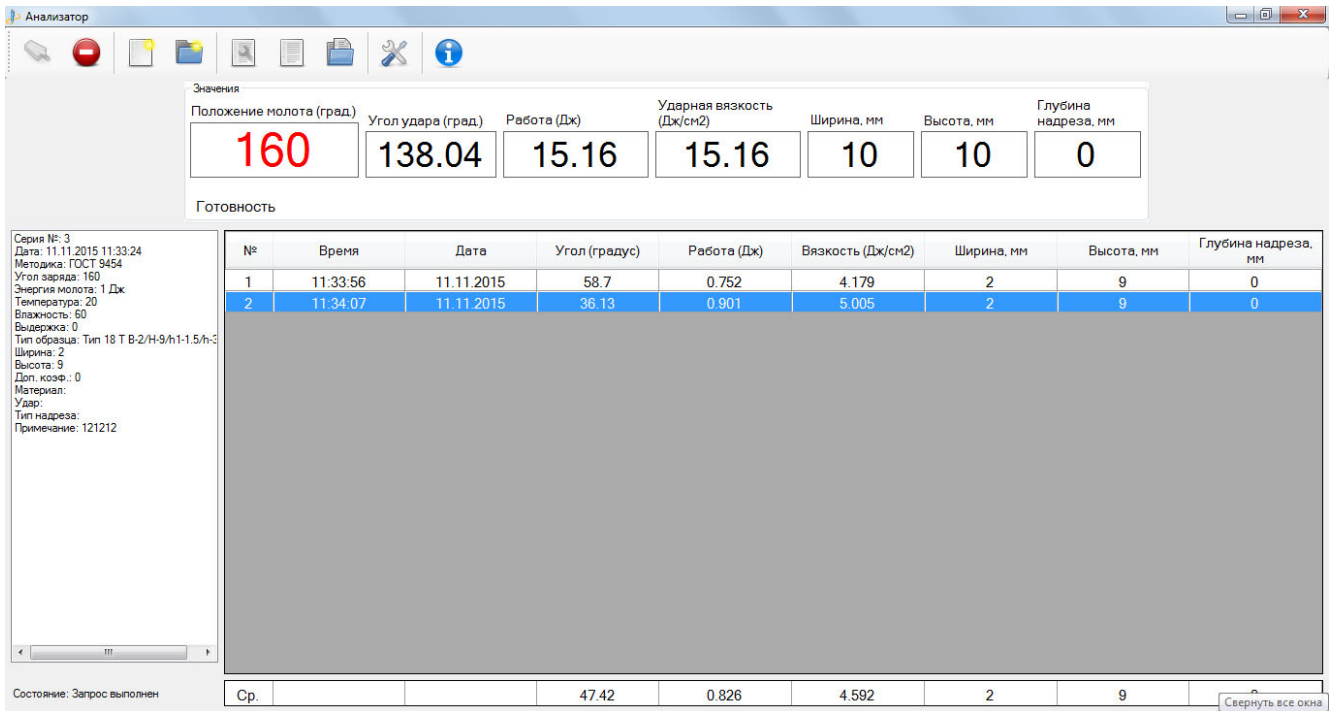

Рис. 1.
3.1. Команда «Подключение»  позволяет установить соединение между компьютером и управляющим контроллером копра. При этом окно «Анализатора» становится активным, а в нижнем левом углу программы появляется надпись: «Состояние: Запрос выполнен» (рис. 1). В таком состоянии программа переходит в режим «Готовность» и может принимать и обрабатывать данные, поступающие от копра. На основном экране отображаются текущее положение молота, угол удара, работа, ударная вязкость, а также геометрические размеры испытываемого образца (ширина / высота / глубина надреза).